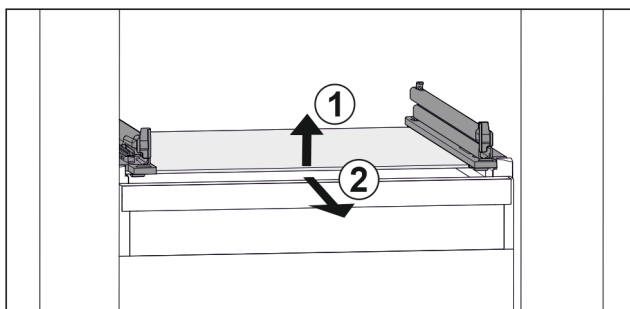

Fig. 52 Ilustración ejemplar de la placa de cristal
- ▶ Levante la placa de cristal por la parte delantera. Fig. 52 (1)
- ▶ Extráigala hacia delante. Fig. 52 (2)